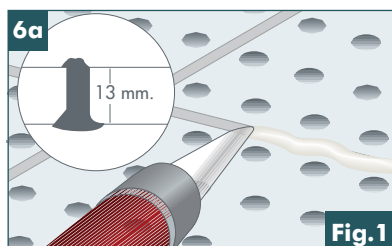

Fig.1
- **Bordes afinados (fig. 1).** Los perfiles metálicos se colocarán convenientemente suspendidos del forjado (techos) con una modulación de 600 mm entre ejes a los que se atornillarán las placas PLADUR®FON (BA) en transversal, quedando su borde longitudinal perpendicular a la dirección de los perfiles.
- **Juntas aguçadas (fig. 1).** Os perfis metálicos podem ser convenientemente suspensos da placa (tectos) com uma modulação de 600 mm entre eixos, aos quais serão aparafusadas as placas PLADUR®FON (BA) na transversal, ficando a junta longitudinal perpendicular à direcção dos perfis.
▼ **Bordes afinados (BA).** (fig. 1)
- Rellenar una pistola con la pasta Pregyls 95 SB (fig.1).
- Encher uma pistola com a pasta Pregyls 95 SB (fig.1).